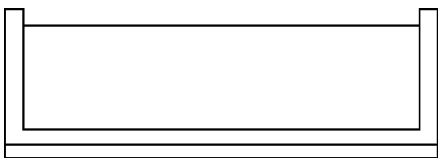

图 5-7 绘制洗手台
(1) 单击“默认”选项卡“绘图”面板中的“矩形”按钮  和“直线”按钮 ，绘制洗手台，如图 5-7 所示。